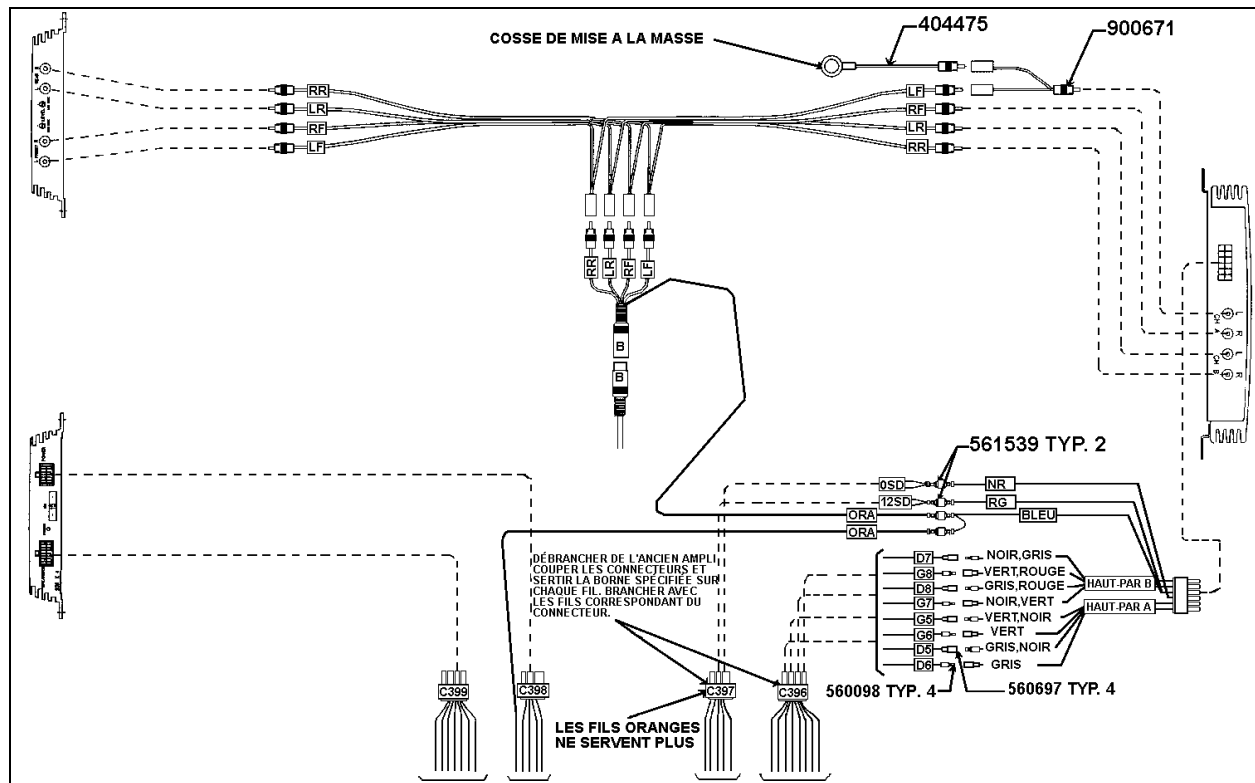

FIGURE 17
Remarque: Se référer à la figure 17 pour le schéma électrique de l'installation de l'amplificateur.
9. Réinstaller l'amplificateur dans le compartiment avec les boulons existants, si nécessaire, percer de nouveaux trous dans les supports pour fixer l'amplificateur à la structure. Faire le branchement du câblage selon la figure 17.